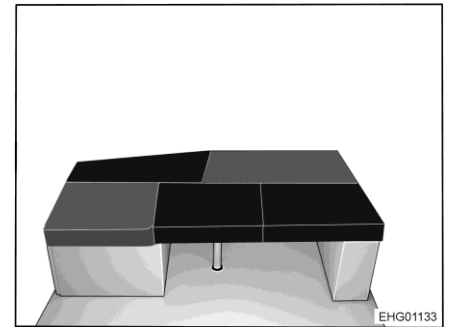

Fig. 169 Después de la transformación
- Colocar tres cojines adicionales según Fig. 169.